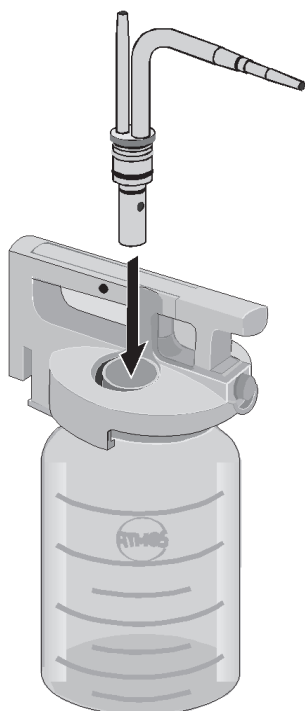

Fig. 7. Insertion de la prise de connexion double
- Enfin insérez la prise de connexion double dans le couvercle (Fig. 7). Assurez vous que la prise de connexion double est bien fixée en la vissant légèrement.